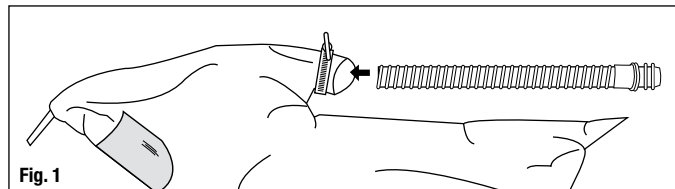

Fig. 1
- Coloque a braçadeira de parafuso sem apertar em torno da entrada do ar do capuz e introduza o adaptador (Fig. 1).